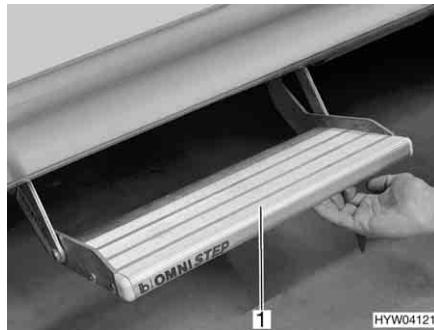

Fig. 14 Scalino di ingresso (integrato)
**Estrazione:** ■ Afferrare dal basso lo scalino di ingresso (Fig. 14,1) ed estrarlo finché non si innesta.
**Ritrazione:** ■ Afferrare dal basso lo scalino di ingresso (Fig. 14,1) e sollevarlo leggermente.